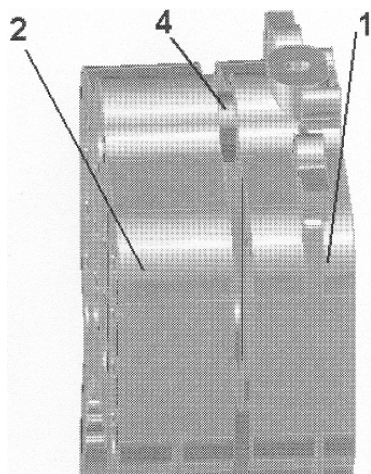

Рис.6
6. Приставьте промежуточную секцию к задней и вставьте вращательными движениями верхний конусный ниппель в соответствующее ему отверстие промежуточной секции (Рис.6).